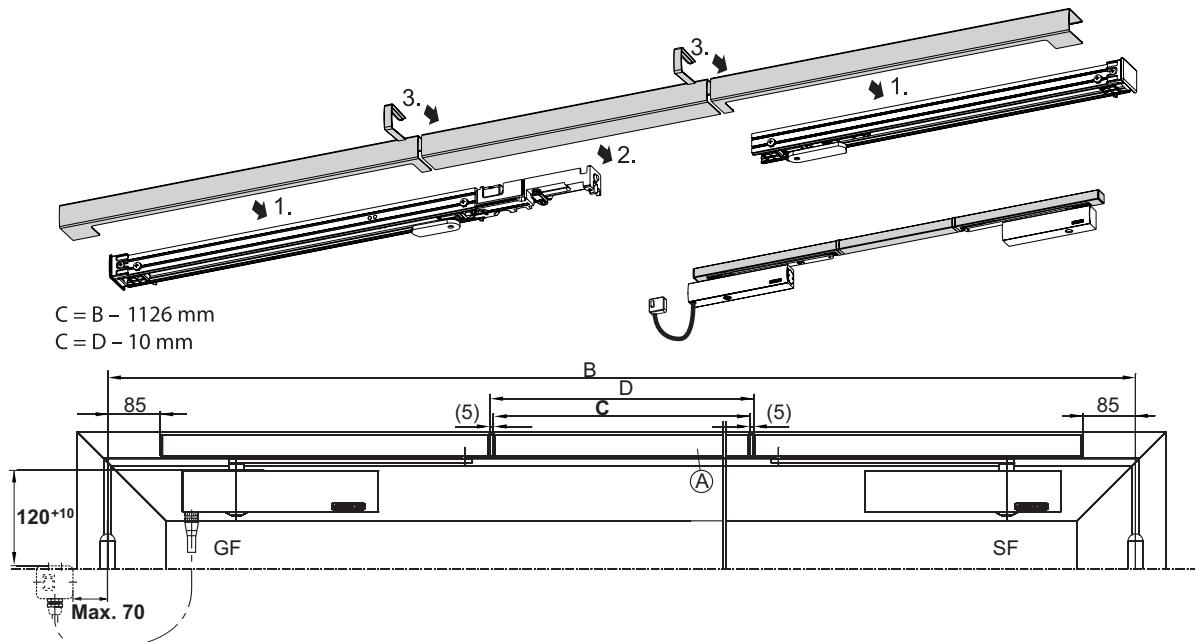

Fig. 6.11.1
- ▶ Shorten adjustable-size middle cover panel „A“ to size „C“ (**Fig. 6.11.1**).